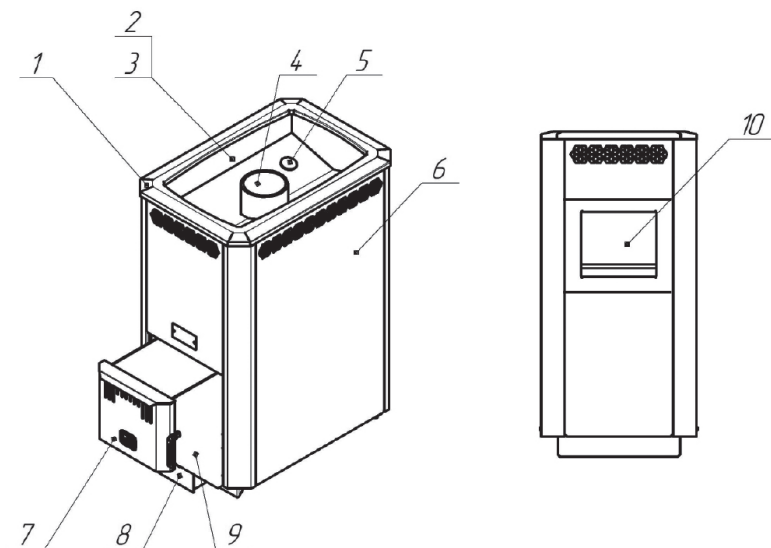

Рис. 16. Конструкция печи-каменки «КУЗБАСС»
Отличительной особенностью печи «КУЗБАСС-14 ТК», «КУЗБАСС-20 ТК» (рис. 16) от младшей версии является комбинация двух каменок: закрытой (6) - которая располагается внутри топки, и позволяет нагревать камни до высочайших температур и получать легкий мелкодисперсный пар, и открытой (3), расположенной в верхней части топки.